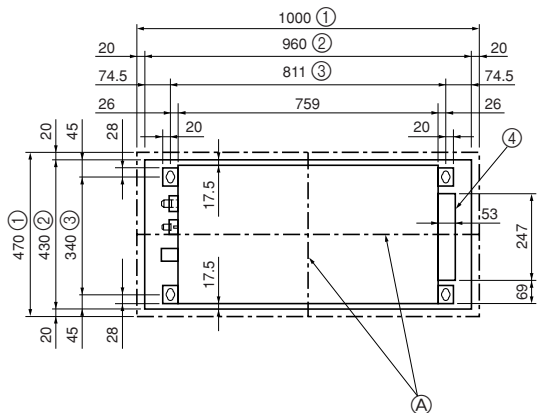
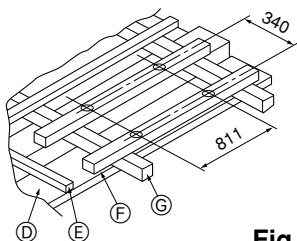

Fig. 2-3
Fig. 2-4
2.3. 天花板开口及挂环螺栓的安装位置 (Fig. 2-3)
- ① 格栅的外侧
- ② 天花板开口
- ③ 螺距
- ④ 电气箱
① 木结构 (Fig. 2-4)